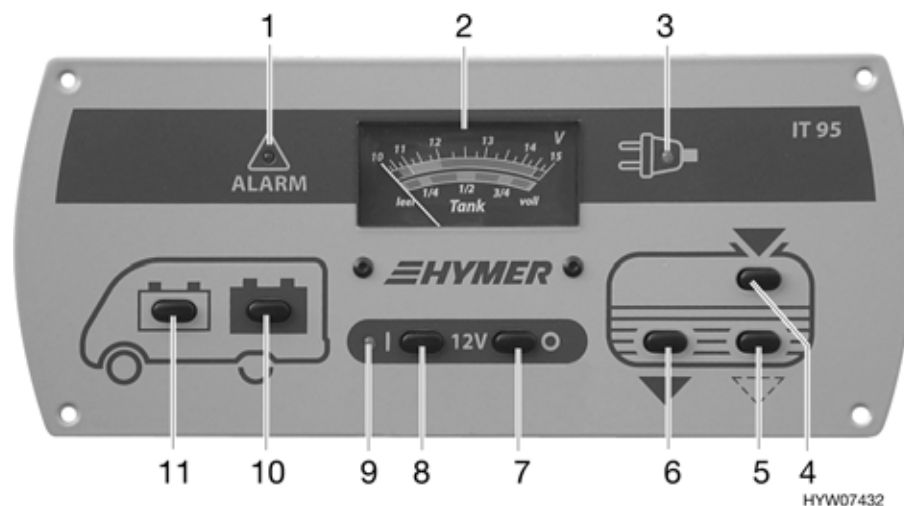

Fig. 117 Pannello di controllo (variante 1)
La centralina elettrica funziona solo in collegamento con il pannello di controllo (Fig. 117, Fig. 118, Fig. 124 o Fig. 129).
- Se necessario, inserire brevemente l'alimentazione a 12 V mediante l'interruttore principale a 12 V (Fig. 117,8, Fig. 118,8, Fig. 124,4 o Fig. 129,8). Ciò è possibile solamente se la tensione della batteria è maggiore di 11 V. Se la tensione è minore di tale valore, l'alimentazione a 12 V può essere riaccesa solamente dopo che la batteria dell'abitacolo è stata ricaricata.
Per l'indicatore volt/serbatoio (Fig. 117,2) leggere la scala superiore. L'indicatore si illumina automaticamente appena viene premuto un interruttore.
- Premere l'interruttore (Fig. 117,11) : viene indicata la tensione della batteria di avviamento.
- Premere l'interruttore (Fig. 117,10) : viene indicata la tensione della batteria dell'abitacolo.
La spia rossa di ALARM (Fig. 117,1) inizia a lampeggiare non appena la tensione della batteria dell'abitacolo scende al di sotto di 11 V (misurazione durante il normale esercizio) con conseguente rischio che la batteria si scarichi troppo.
Per l'indicatore volt/serbatoio (Fig. 117,2) leggere la scala inferiore. L'indicatore si illumina automaticamente appena viene premuto un interruttore.
- Premere l'interruttore (Fig. 117,4) : viene indicato il livello del serbatoio dell'acqua.
- Premere l'interruttore (Fig. 117,6) : viene indicato il livello del serbatoio delle acque grigie.
L'interruttore principale a 12 V (Fig. 117,7 e 8) inserisce o interrompe l'alimentazione a 12 V dell'abitacolo.
- Premere l'interruttore (Fig. 117,8) " | ": l'alimentazione a 12 V dell'abitacolo è inserita. La luce spia (Fig. 117,9) diventa verde.
- Premere l'interruttore (Fig. 117,7) "⊙ ": l'alimentazione a 12 V dell'abitacolo è disinserita. La luce spia (Fig. 117,9) si spegne.
La luce spia (Fig. 117,9) si accende non appena l'interruttore principale a 12 V (Fig. 117,8) viene inserito.
La luce spia a 230 V (Fig. 117,3) si accende in giallo quando all'ingresso della centralina elettrica è presente una tensione di rete.